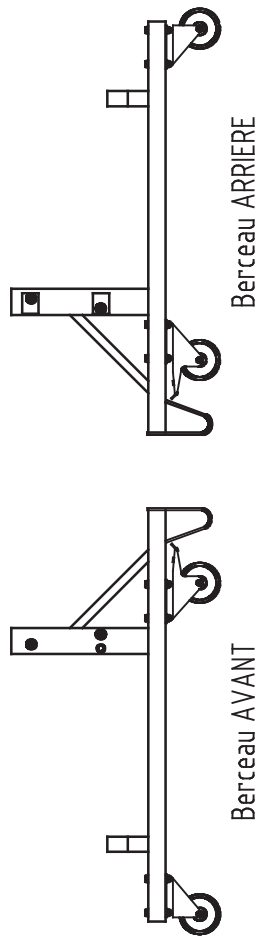

FIG. 1
- Positionner le berceau de rangement du côté ou la bâche est relevée (FIG.1).